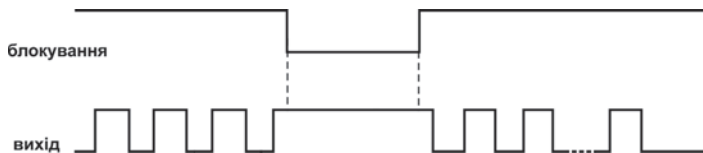

Рисунок 3.8
3.1.2.4 Низький рівень сигналу «Блокування» зупиняє виконання програми (рисунок 3.8). При цьому вихідний пристрій залишається у тому стані, в якому він був на момент приходу сигналу. Затримка реакції пристрою на змінення сигналу блокування складає не більше 0,1 мс. Після зняття сигналу виконання програми продовжиться з моменту зупинки.